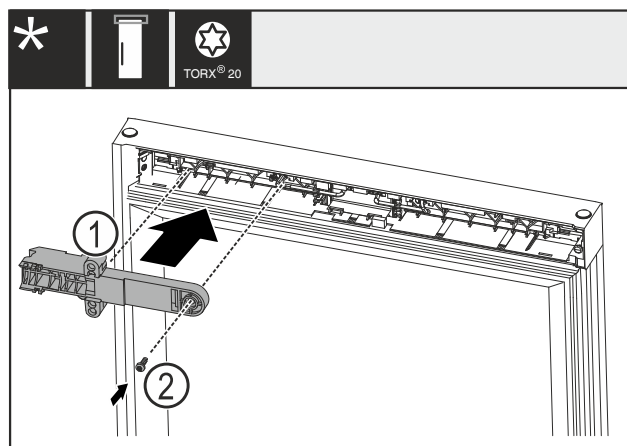

Fig. 26
- Rotulloni pjesën mbajtëse të bravës Fig. 26 (1) me 180° dhe montojeni në anën tjetër.
- Mbërtheni pjesën mbajtëse të bravës Fig. 26 (1) me vidë Fig. 26 (2).
- ▶ Rrotulloni pjesën mbajtëse të bravës Fig. 26 (1) me 180° dhe montojeni në anën tjetër.
- ▶ Mbërtheni pjesën mbajtëse të bravës Fig. 26 (1) me vidë Fig. 26 (2).